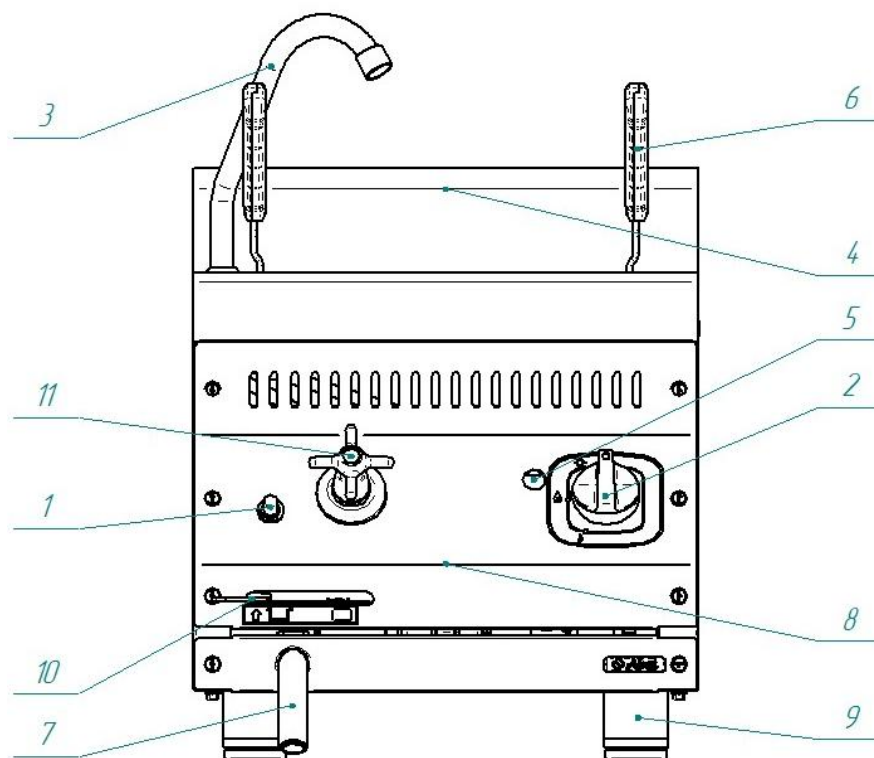
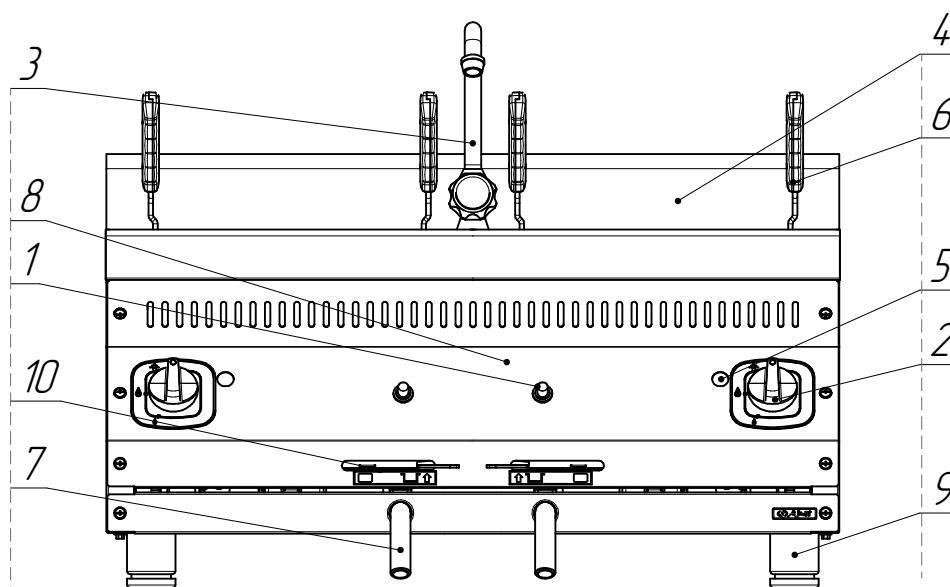
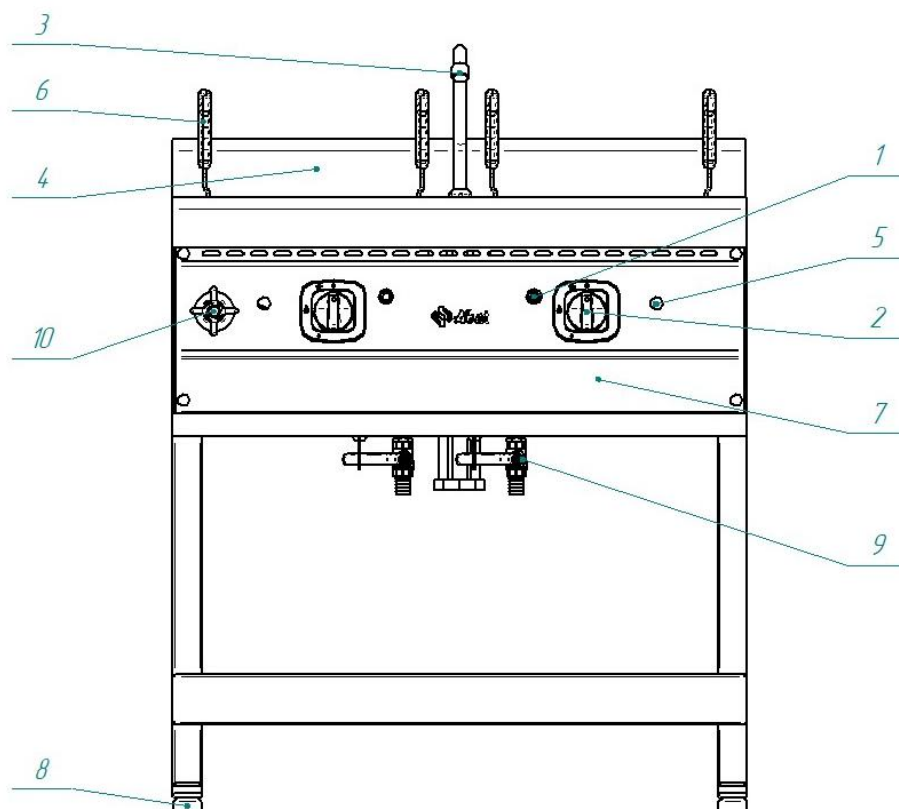

Рис. 1. Газоварка ГВК-40Н
Рис. 2. Газоварка ГВК-80/2Н
Рис. 3. Газоварка ГВК-90/2П
4.1 Устройство газовой горелки показано на рис.1, рис.2 и рис.3.
Нажмите на ручку крана горелки и поверните ее против часовой стрелки, установив символ искры зажигания ★ напротив метки на панели управления (рис. 2а). Нажав до упора, одновременно произведите поджог газа при помощи пьезорозжига. Удерживайте ручку крана в течение не менее 15 секунд, после чего отпустите. После проведения вышеуказанных операций необходимо проконтролировать наличие горения газа, для чего необходимо посмотреть в смотровое окно 5 (рис.1-3), в котором можно наблюдать наличие пламени. Пламя должно быть устойчивым. Если пламя не горит, повторите операцию.
Для доступа к муфте необходимо снять лицевую панель 8 для ГВК-40Н и ГВК-80/2Н (см. рис. 1 и рис.2), предварительно отвернув крепежные винты и сняв ручку крана 2. На ГВК-90/2П муфта находится в задней части изделия рядом с точкой подключения газа. Вывинтить затяжной винт и подключить к ней гибкий шланг “U”-образного манометра;